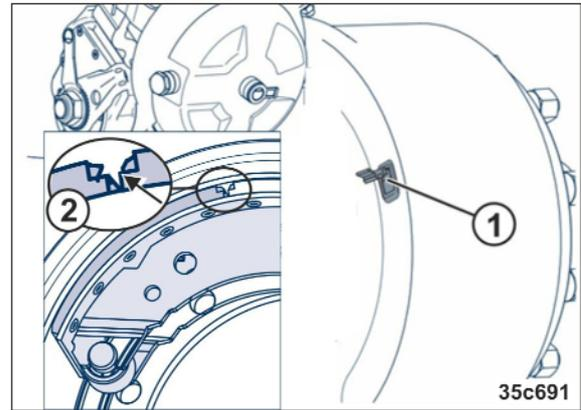

Fig. 322
Pour vérifier l'épaisseur des garnitures de frein, ouvrir le regard en ouvrant la languette en caoutchouc (Fig. 322/1).
- Lame d'usure (Fig. 322/2) atteinte.